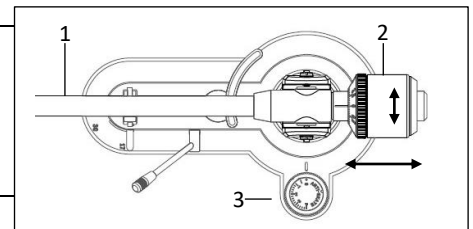

Abb. 3
Das mitgelieferte Gegengewicht (2) muss am Tonarm (1) aufgeschraubt werden. (Abb. 3)
5. Den Antiskating-Einstellknopf (3) durch drehen auf "0" stellen. (Abb. 3)
6. Den Tonarm durch hin- und herdrehen des Gegengewichtes (2) waagrecht ausbalancieren.
1. Die Abtastnadel nach schräg vorne abziehen. (Abb. 3)